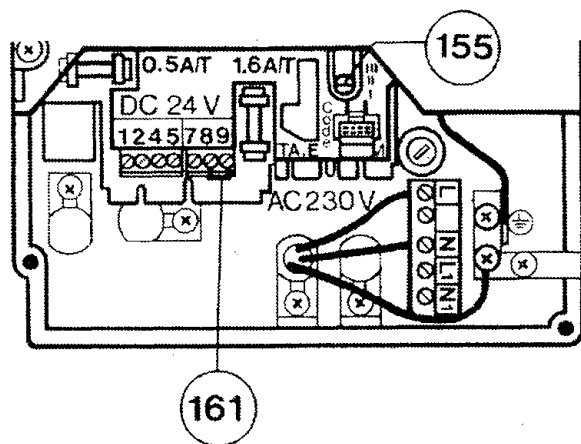

Bild 14
- Anschlußkabel an den Klemmen L, N und $\oplus$ anschließen (Bild 14)
Die Geräte werden mit Schalterstellung II ausgeliefert, (Bild 14). Die Pumpenschaltart kann mit dem Schalter 155, Bild 14, gewählt werden.